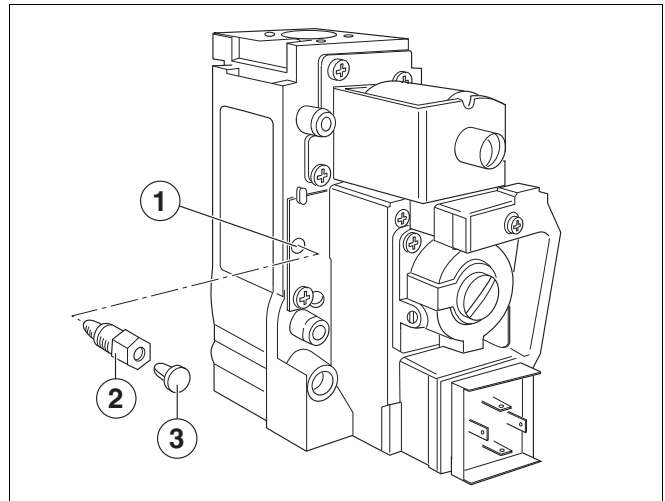

Рис. 1 Газовая арматура Honeywell VR 4601 C/CB
- Удалите заглушку из отверстия пусковой нагрузки на новой арматуре и вверните один из двух прилагаемых адаптеров пусковой нагрузки (рис. 1):
- Из соображений безопасности адаптер пусковой нагрузки должен закрываться заглушкой. Вставьте заглушку отверстия пусковой нагрузки в адаптер (рис. 1).